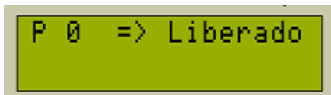

Figura 8.22: Usuário 01 liberado para uso do programa 0.
Pressionando (OK) o usuário 01 é selecionado e é visualizada a opção de utilização dos programas da máquina para este usuário, a opção de fábrica padrão para todos os usuários é bloqueio para todos os programas, para alterar a opção entre bloqueio e liberado pressione (OK). A Figura 8.22 ilustra o usuário 01 em bloqueio para o programa 0.